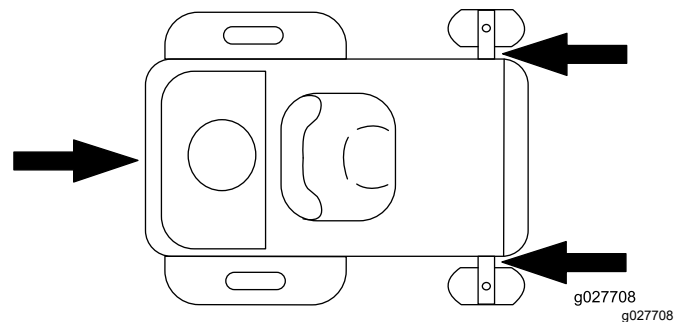

Figura 34
6. Legați maina de lângă roțile pivotante față, folosind curele, lanuri, cablu sau frânghii (Figura 34). Consultați prevederile locale referitoare la fixare.